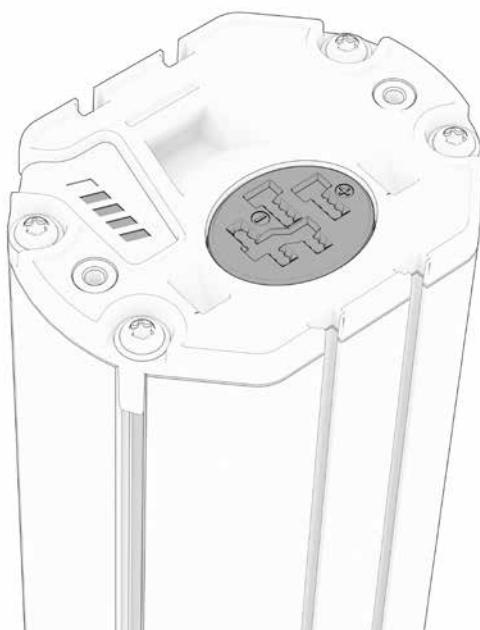

Fig. 14
1. Commencez par brancher la prise du câble de charge dans la fiche de charge sur la batterie (fig. 14) et branchez le chargeur à une prise murale.